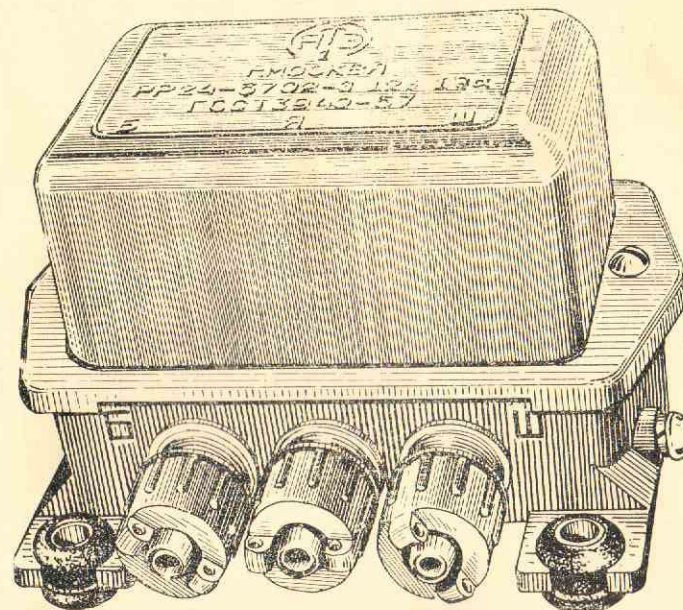

Рис. 4. Общий вид реле-регулятора PP24-Э.
4. Реле-регулятор РР24-Э (рис. 4).